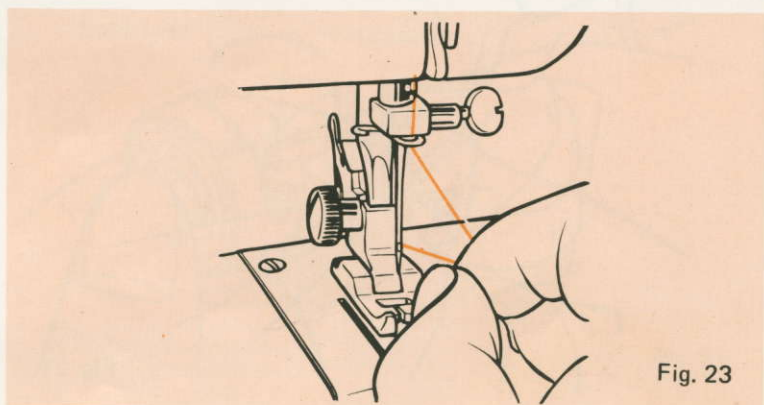

Fig. 23
(5) De naald inrijgen langs voor en trek de draad over een lengte van ongeveer 15 cm. (Fig. 23)